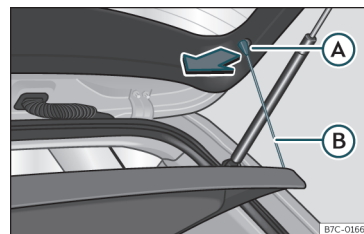

Fig. 105 Nel bagagliaio: smontare e montare il ripiano.
- Sganciare i tiranti di sostegno »» **fig. 105 B** dagli alloggiamenti **A**.
»» **fig. 105** **(B)** nel portellone posteriore.